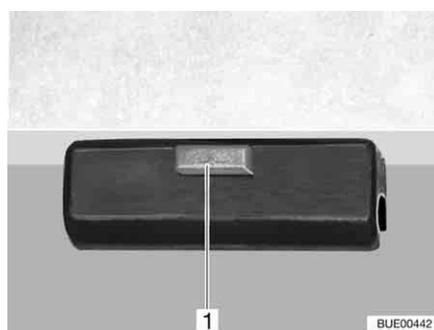

Fig. 95 Bloccaggio
- Aprire il bloccaggio (Fig. 95,1) del piano del tavolo.